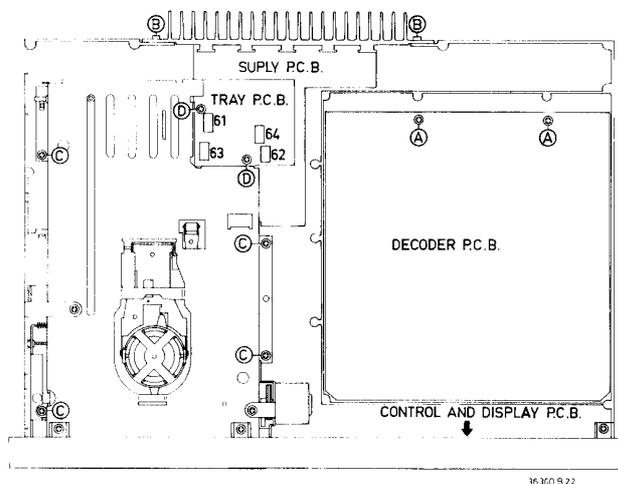

Fig. 3
- Verwijder de 2 schroeven B (zie Fig. 3).
### SERVICEN VAN DE DEKODEERPRINT EN DE SERVOPRINT (zie fig. 3)
- Verwijder de 4 schroeven C (zie Fig. 3).